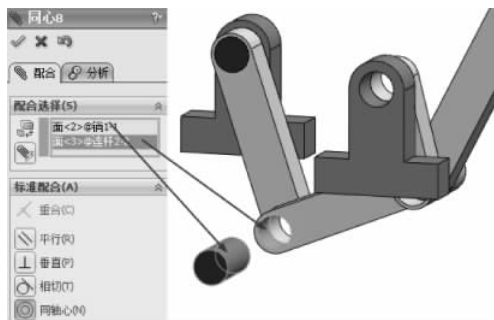

图 3-193 同轴心配合
(25) 选择【标准配合】选项组下的【同轴心】配合类型 ,在【要配合的实体】选择框  中选择如图 3-193 所示的面,其他保持默认,单击【确定】按钮 ,完成同轴心配合。